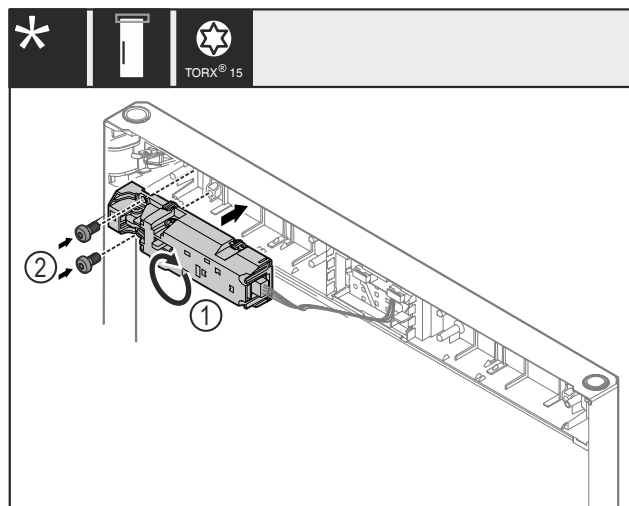

Fig. 27
- Pagrieziet attālināti vadāmo slēdzeni Fig. 27 (1) par 180° un uzmontējiet pretējā pusē.
- Nostipriniet attālināti vadāmo slēdzeni Fig. 27 (1) ar skrūvēm Fig. 27 (2).